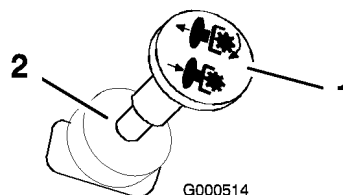

Bild 7
2. Kuppeln Sie die Messer aus, indem Sie den Zapfwellenantriebsschalter in die Aus-Stellung stellen (Bild 7).